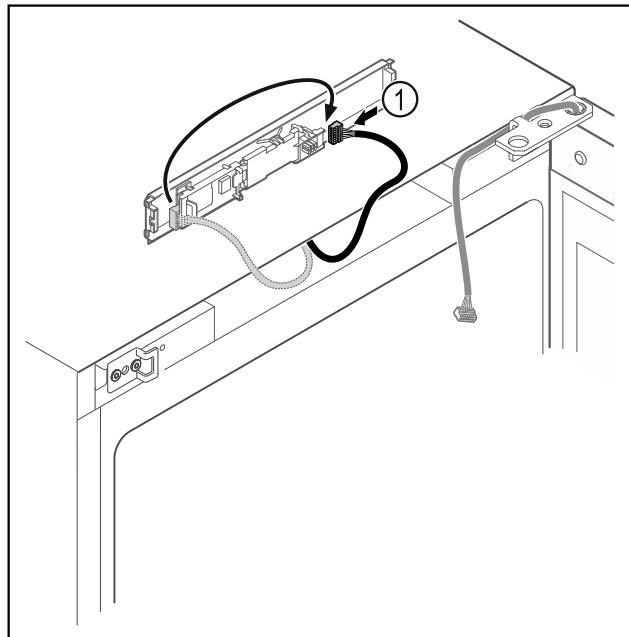

Fig. 11
- Schimbați poziția de introducere a fișei Fig. 11 (1) la placă electronică.